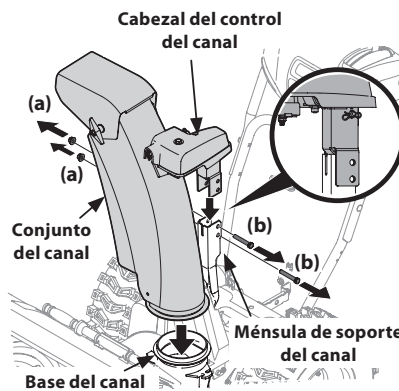

Figura 2-35
- Extraiga las tuercas de seguridad (a) y los tornillos hexagonales (b) de la ménsula de soporte del canal (para lo que se requerirán dos llaves). Consulte Figura 2-35.